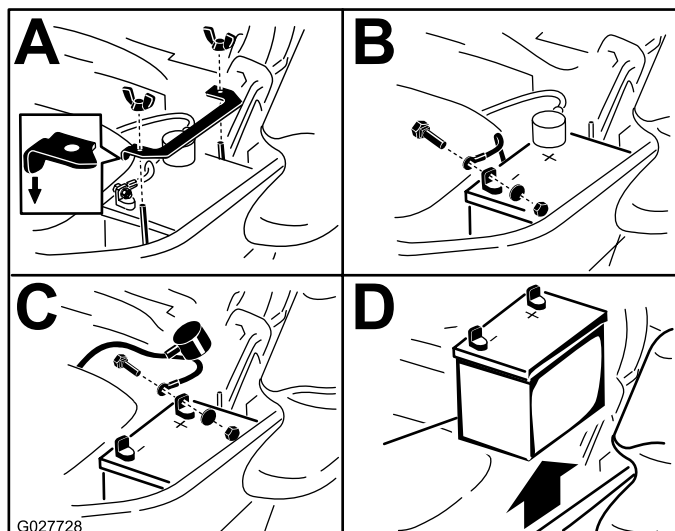

Figure 56
3. Commencez par débrancher le câble négatif (noir) de la borne négative (-) (noire) de la batterie (Figure 56).
4. Enlevez le capuchon rouge de la borne positive (rouge) de la batterie et débranchez le câble positif (+)(rouge) (Figure 56).
5. Retirez l'écrou à oreilles qui fixe la barrette de maintien de la batterie (Figure 56).
6. Déposez la barrette de maintien (Figure 56).
1. Placez la batterie dans son support en tournant les bornes à l'opposé du réservoir hydraulique (Figure 56).
4. Fixez les câbles avec 2 boulons, 2 rondelles et 2 contre-écrous (Figure 56).
6. Reposez la barrette de maintien et fixez-la avec l'écrou à oreilles (Figure 56).